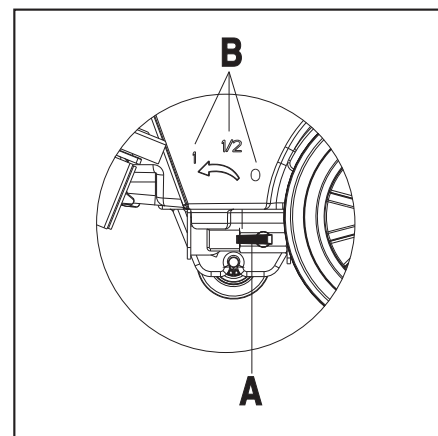

FIGURE 10
Le réglage de la poignée du clapet à bille (A, Figure 10) doit être effectué lorsque l'interrupteur principal (41) est en position arrêt (Off).
- Le débit d'eau peut être réglé à l'aide de la poignée du clapet à bille ((A, Figure 10) en fonction de la quantité d'eau nécessaire pour le nettoyage à réaliser.